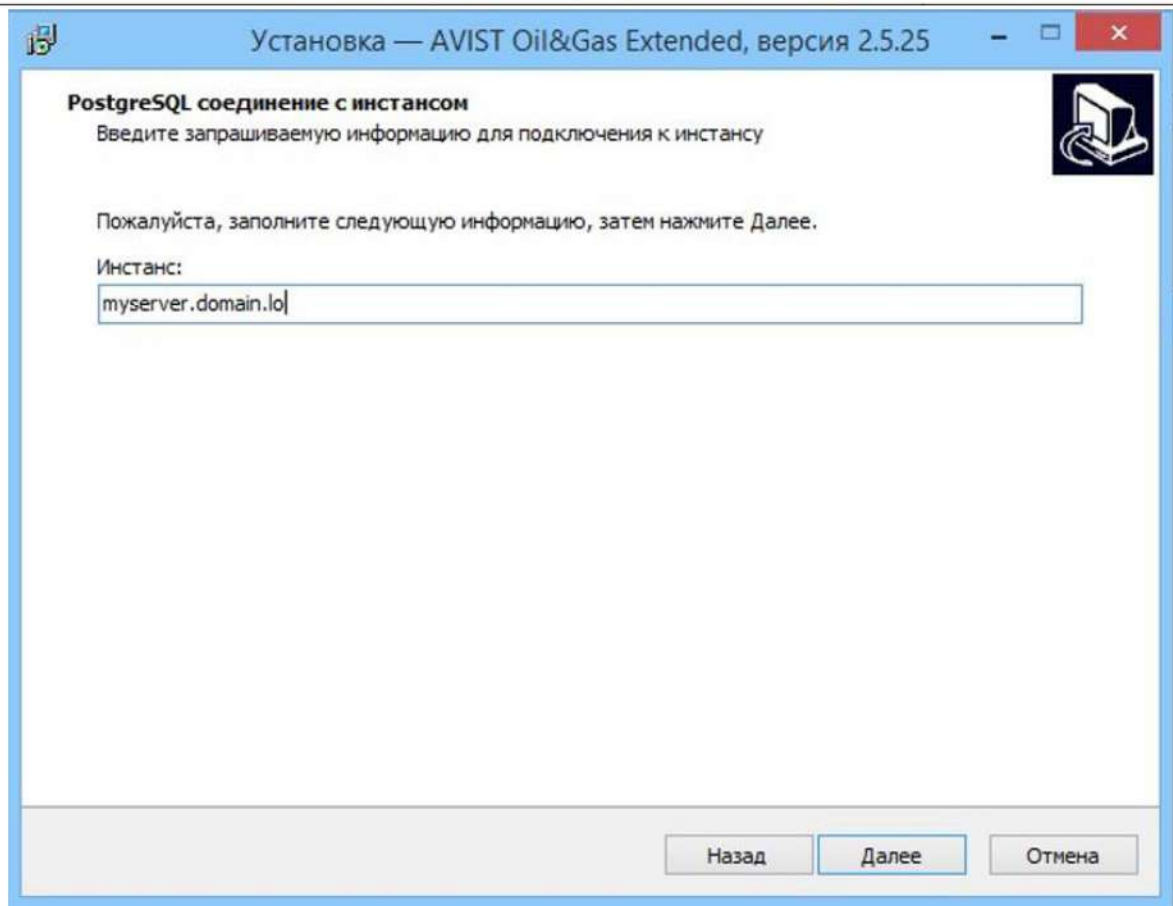

Рисунок 22 - Окно подключения к экземпляру
- 7) В следующем окне ввести запрашиваемую информацию (инстанс) для подключения к инстансу баз данных, нажать кнопку «Далее» (Рисунок 22).